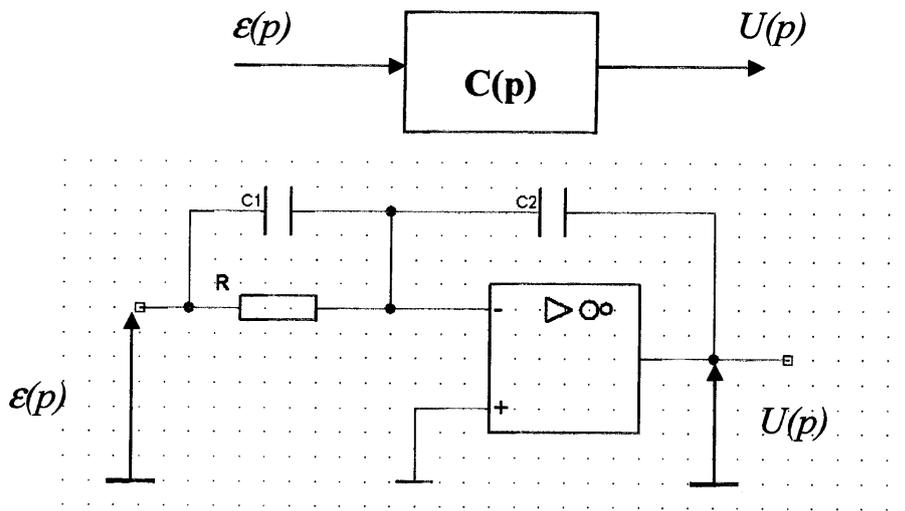

Figure 10
2.3. On désire corriger l'erreur de position ; à cet effet, on introduit un correcteur dont les schémas structurel et bloc sont donnés Figure 10.